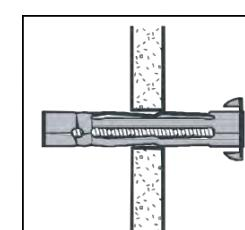

Abb. 1
Schritt 4: Führen Sie den Dübel in das Bohrloch ein und klopfen Sie leicht mit dem Hammer nach, für einen Sitz des DüBELS in der Trockenbauwand wie in **Abb. 1**.